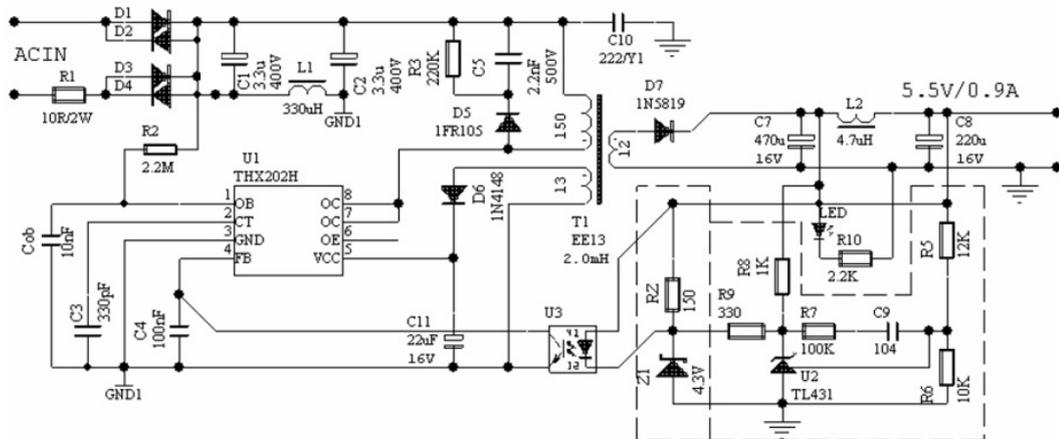

图 3. 手机充电器
- 电源启动电流选择 0.5-2mA，功率管 Q1 的放大倍数可按 10 计算，则启动电阻（如图 3、图 4 的 R2）选择应保证电源启动时功率管基极电流为 0.05-0.2mA，因此，可 10 倍减少启动电阻的功耗，降低了待机功耗；
- 图 3 中 C5=330pF，最高工作频率约 66KHz；
- 开关变压器（图 3 中的 T1），参考绕组整流输出 4.8-9.2V（推荐 6V）为 THX202H 提供工作电源；
- 图 3，虚线内为两组可选输出电压基准，选择 TL431（U2、R5、R6、R7、R8、R9、C9）基准精度较高和无需调校；选择稳压管（Z1、RZ）基准精度较低，但成本更低，调校 RZ 可采用成批稳压管分为几档，每档稳压管对应一个 RZ。